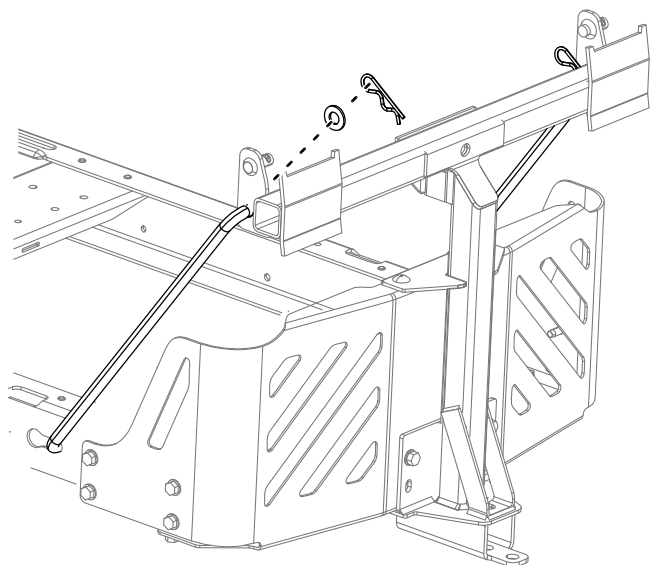

Figura 13
4. Instale el extremo doblado y abocinado de una varilla en la ranura en forma de bocallave del lado izquierdo del bastidor de la máquina, y mueva la varilla hacia atrás para encajarla en el bastidor (Figura 13).
5. Introduzca los extremos doblados de las varillas en la placa de enganche, como se indica en la Figura 13, y sujete el extremo de cada varilla con una arandela y una chaveta.